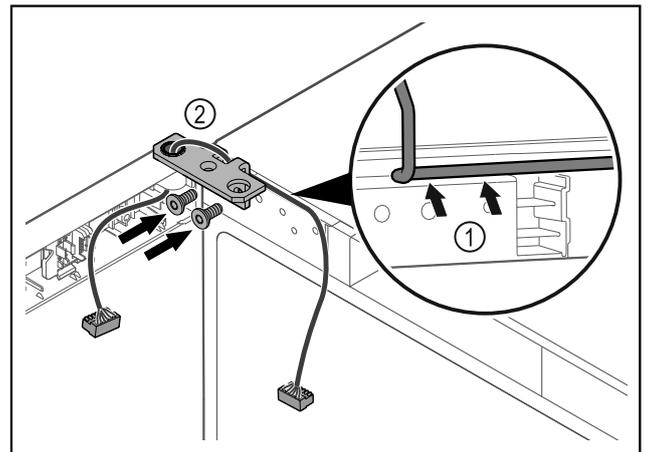

Fig. 63
- Introdurre il cavo nel foro della cerniera angolare e posarlo con cautela Fig. 63 (1).
- Avvitare la cerniera angolare Fig. 63 (2).